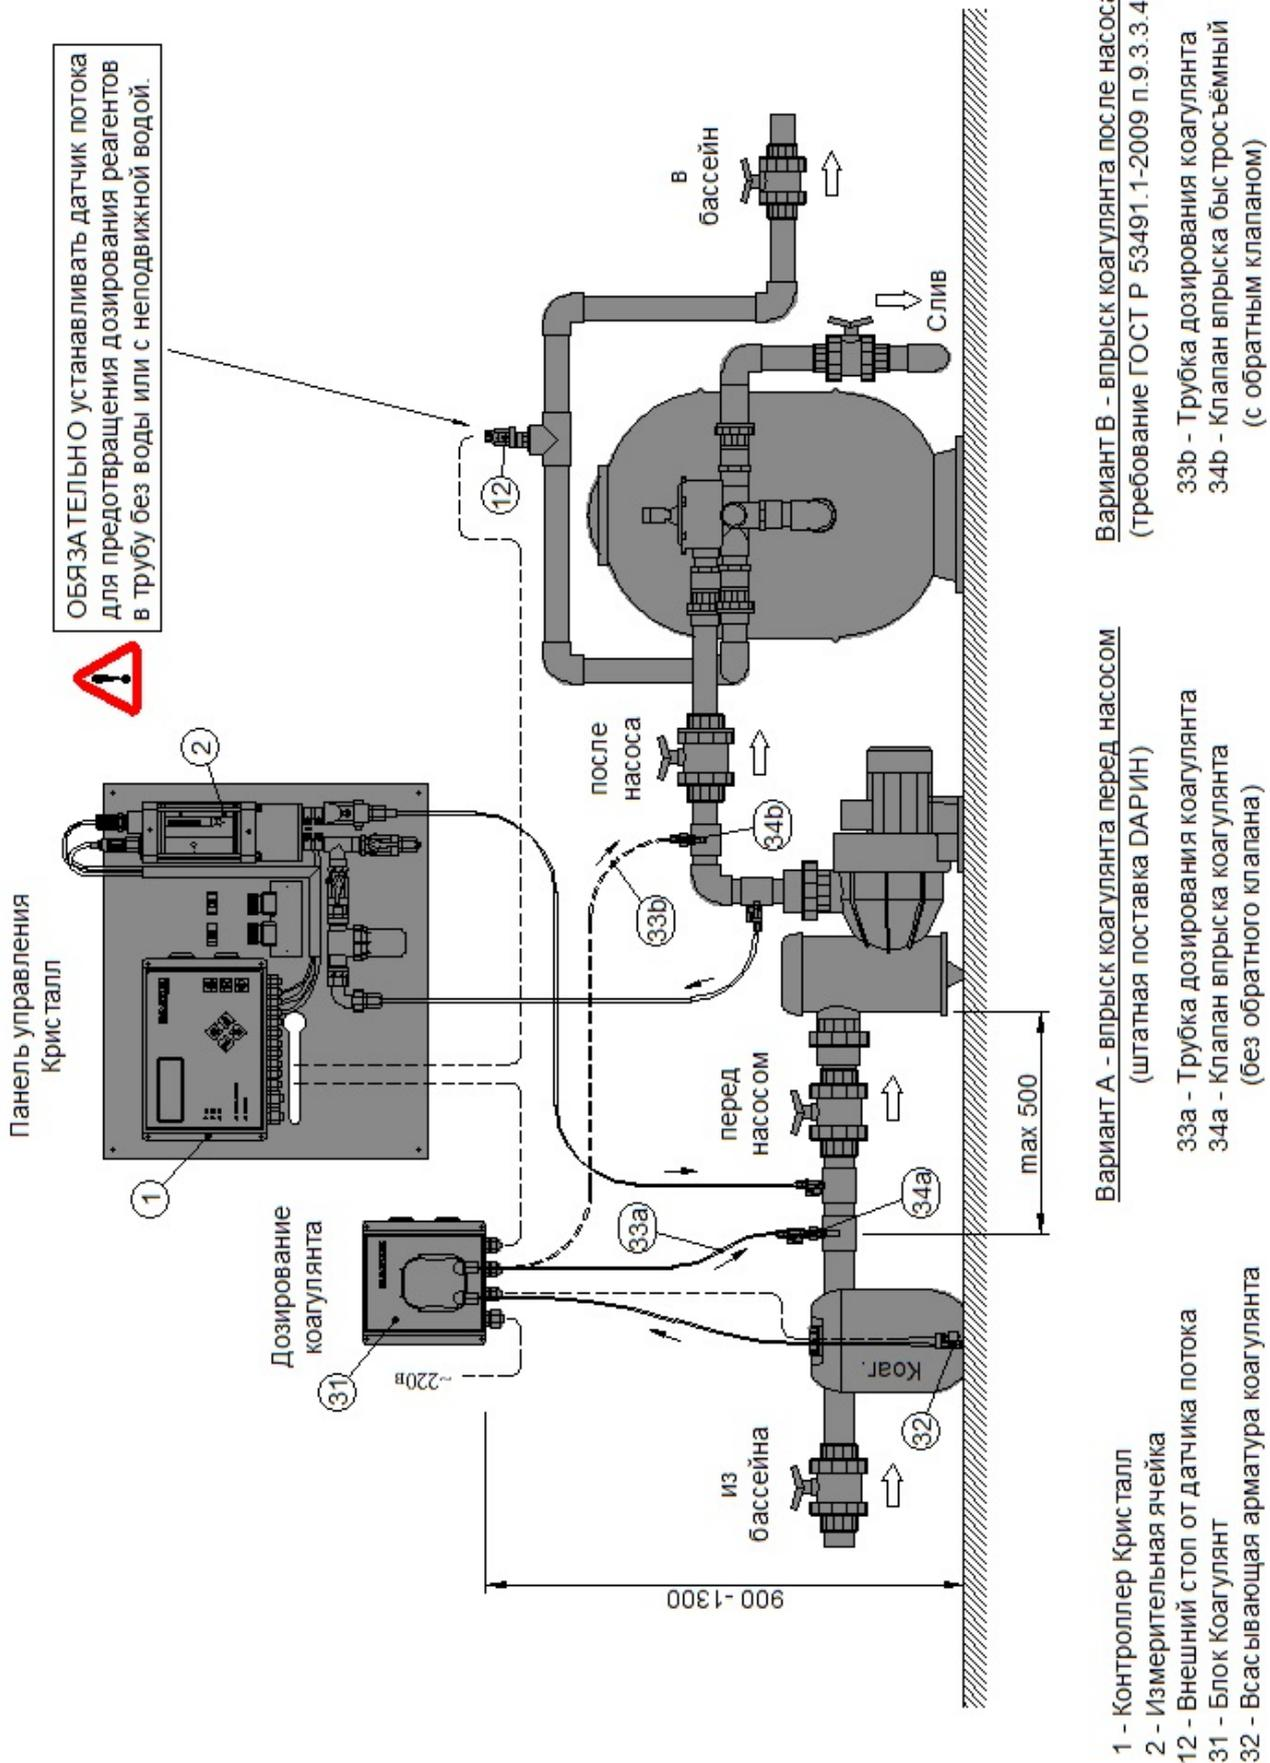
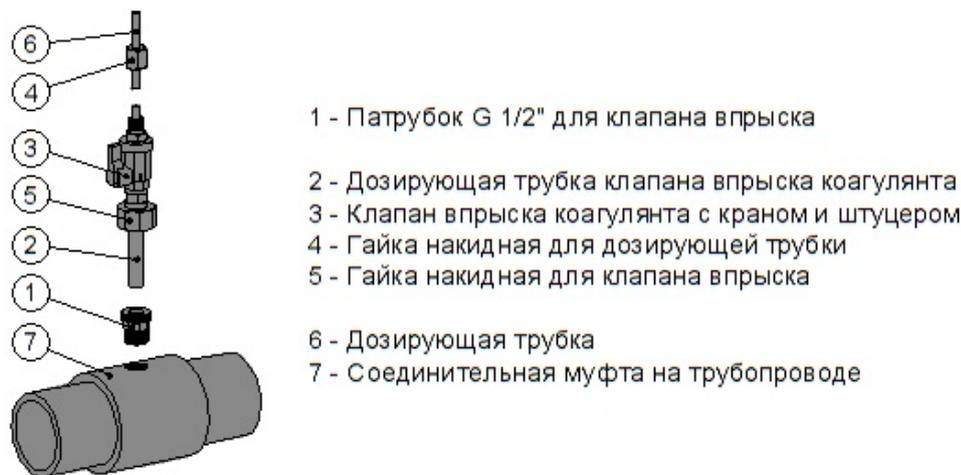
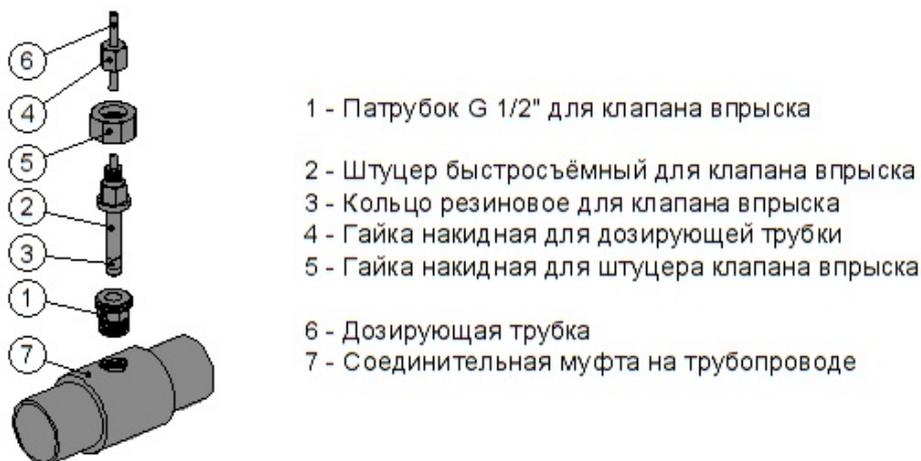

Рис.2-1 Схема размещения оборудования дозирования коагулянта
Рис.4.2-4 Установка клапана впрыска коагулянта
Рис.4.2-5 Установка быстротъемного клапана впрыска реагентов
На рис.2-1 изображен монтаж оборудования дозирования коагулянта в техническом помещении бассейна, а на рис.4.3-1 – электросхема для этого монтажа.
Как показано на рис.2-1, Блок Коагулянт (31) подключается к контроллеру (1) на панели управления Кристалл интерфейсным кабелем.
Однако, если расстояние от точки впрыска перед насосом до крыльчатки не превышает 500 мм (поз.34а на рис.2-1), то время действия коагулянта до встречи с крыльчаткой составляет не более 0,3 секунды. То есть хлопья (флокулы) не успеют набрать размер, достаточный чтобы их разрушила крыльчатка.
Блок дозирования коагулянта устанавливается на стену технического помещения бассейна, как это показано на рис.2-1 (поз.31) и 4.2-2 настоящего Руководства.
Место для установки Блока рекомендуется выбрать вблизи клапана впрыска коагулянта, чтобы минимизировать длину трубки дозирования коагулянта (поз.33 на рис.2-1).
Блок устанавливать не выше 1300 мм от пола, чтобы уменьшить высоту подъема реагента из расходной канистры к насосу и обеспечить свободное, без натяжения, подключение к Блоку трубки и кабеля всасывающей арматуры (поз.32 на рис.2-1). При этом справа от Блока должно оставаться не менее 200 мм свободного пространства для беспрепятственного открывания крышки Блока.
Если выбран впрыск реагента ПЕРЕД насосом, то для впрыска реагента должен использоваться клапан впрыска коагулянта (без обратного клапана), монтаж которого показан на рис.2-1 (вариант А) и рис.4.2-4.
Если выбран впрыск реагента ПОСЛЕ насоса, то для впрыска реагента должен использоваться клапан впрыска быстроразъемный (с обратным клапаном), монтаж которого показан на рис.2-1 (вариант В) и рис.4.2-5.
В любом варианте, если клапан устанавливается на горизонтальном участке трубопровода, то резьбовое отверстие G 1/2" для его установки должно быть обращено вверх. Если толщина стенки трубопровода в месте установки клапана меньше 5 мм, то эту толщину следует увеличить, установив на трубопровод соединительную муфту, как это показано на рис.2-1, 4.2-4 и 4.2-5.
Резьбовое соединение патрубка клапана впрыска (поз.1 рис.4.2-4 и 4.2-5) с трубопроводом фильтрации должно быть уплотнено лентой ФУМ.
Если выбран впрыск реагента ПЕРЕД насосом, то для того, чтобы впрыск производился в центр сечения трубы, длину дозирующей трубки (поз.2 рис.4.2-4) при необходимости укоротить.
Порядок подключения дозирующей трубки PVDF (поз.6 рис.4.2-4 и 4.2-5) к клапану впрыска указан в п.4.2.3.
Всасывающая арматура дозирующего насоса устанавливается в расходную канистру реагента, как это показано на рис.2-1 (поз.32) и 4.2-8 (изображение справа).